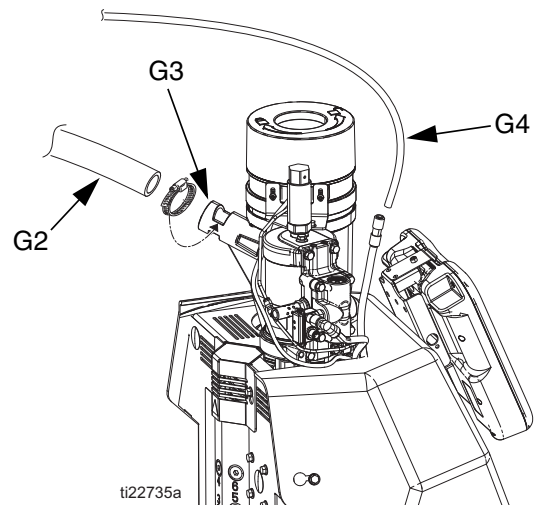

FIG. 9
4. Introduzca la manguera transparente de transferencia de vacío de diámetro externo de 33 mm (1,3 pulg.) (G2) en la entrada del embudo de transferencia de vacío (G3) y sujete con la abrazadera de la manguera suministrada. La abrazadera debe colocarse sobre las ranuras de la entrada del embudo, donde puede sostener firmemente la manguera de transferencia. Consulte FIG. 9.
5. Conecte la línea de aire larga suministrada de diámetro externo de 3/8 pulg. (G4) en el racor de conexión a presión de 3/8 pulg. de la línea de aire del sistema. Consulte FIG. 9.